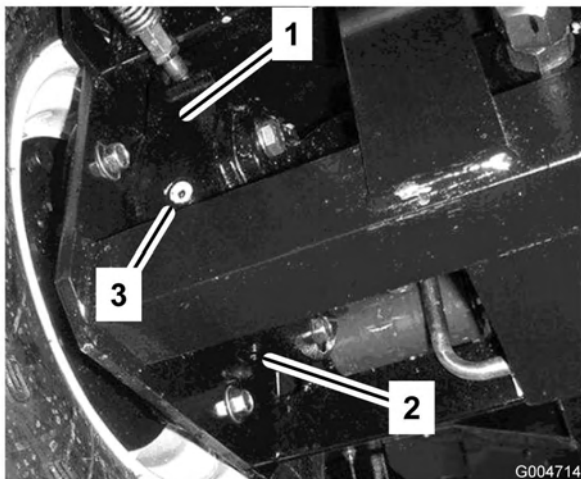

Figura 59
4. Coloque um recipiente de escoamento debaixo da caixa dos travões do lado oposto da roda (Figura 59).
7. Retire o tampão de verificação da caixa de travões (Figura 59).